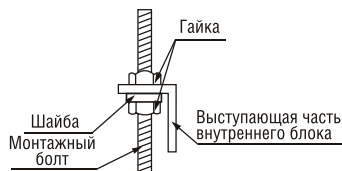

Рис. 11
- Совместите монтажное отверстие внутреннего блока с болтом и прикрепите его (рис. 11)